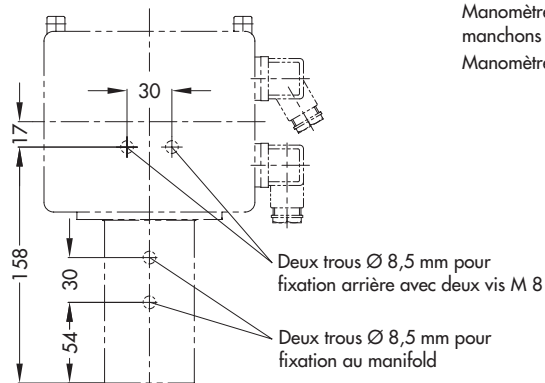

Fig. 6 · Schéma d'encombrement
- Le montage sur tableau peut également être effectué (voir schéma d'encombrement fig. 6).